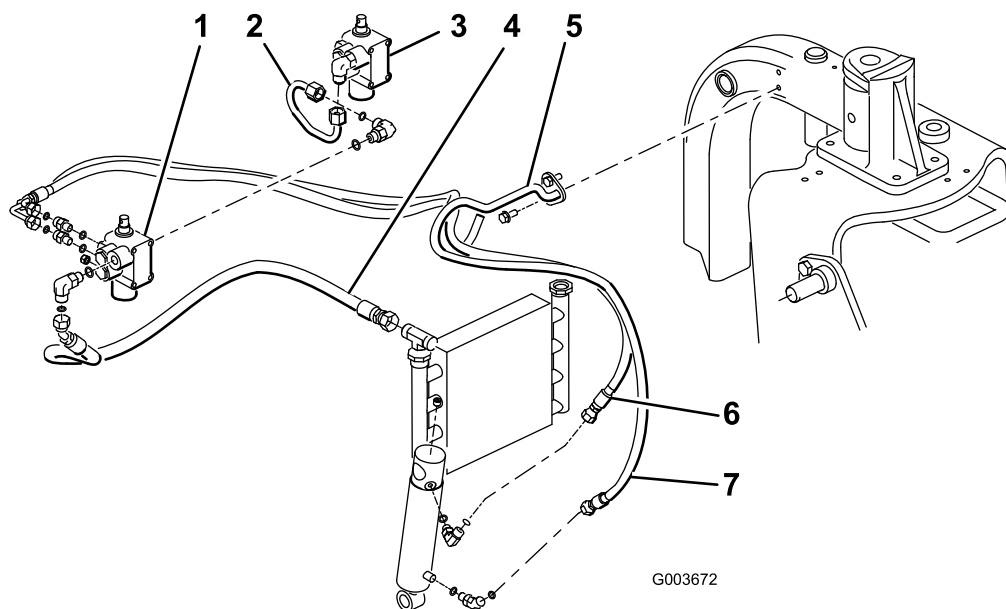

Bild 14
Hinweis: Um den Ölverlust beim Abnehmen des Hydraulikschlauches zu verringern, sollten Sie den Ersatzschlauch griffbereit haben, Sie können das Anschlussstück am Kühler auch mit einer der Versandschutzkappen verschließen, die Sie vom Schlauch abgenommen haben, Bestellnummer 108-8447 (Bild 14).
4. Schließen Sie den Schlauch, Bestellnummer 108-8447, an das 90-Grad-Anschlussstück an der linken Seite des neuen Ventils und das freie Anschlussstück am bestehenden Hubventil an (Bild 14).
5. Schließen Sie das 45-Grad-Anschlussstück am Hydraulikschlauch, Bestellnummer 108-8449, an das 90-Grad-Anschlussstück an der rechten Seite des Ventils und an das gerade Ende des Schlauches zum freien Ölkühleranschlussstück an (Bild 14). Angaben zur Schlauchverlegung finden Sie unter Bild 15 und Bild 16.
6. Befestigen Sie den Drahtschlauchhalter mit zwei Gewindeschrauben am linken Rahmenrohr (5/16 x 3/4 Zoll) (Bild 14).
7. Schließen Sie das kurze 90-Grad-Anschlussstück am Hydraulikschlauch, Bestellnummer 108-8453, am oberen, geraden Anschlussstück hinten am Ventil an. Verlegen Sie den Schlauch durch den Drahtschlauchhalter und schließen Sie das gerade Ende des Schlauches am oberen Anschlussstück am Hydraulikzylinder an (Bild 14). Angaben zur Schlauchverlegung finden Sie unter Bild 15 und Bild 16.
8. Schließen Sie das lange 90-Grad-Anschlussstück am Hydraulikschlauch, Bestellnummer 108-8454, am unteren, geraden Anschlussstück hinten am Ventil an. Verlegen Sie den Schlauch durch den Drahtschlauchhalter und schließen Sie das gerade Ende des Schlauches am unteren Anschlussstück am Hydraulikzylinder an (Bild 14). Angaben zur Schlauchverlegung finden Sie unter Bild 15 und Bild 16. Stellen Sie sicher, dass der Schlauch nicht in der Nähe von scharfen, heißen oder sich bewegenden Bauteilen verlegt ist.